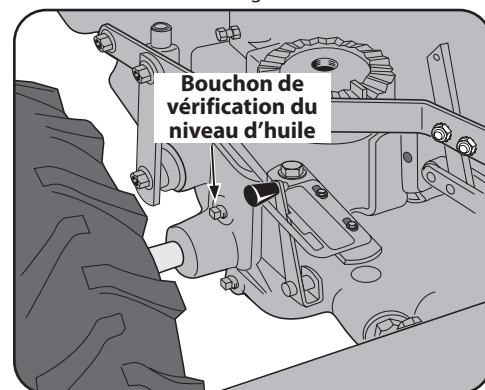

Figure 5-6
- Utilisez une clé de 3/8 po pour retirer le bouchon de vérification du niveau d'huile situé sur le côté gauche du boîtier de la transmission. Voir Figure 5-6.
2. Retirez la jauge. Voir Figure 5-6 on page 42.